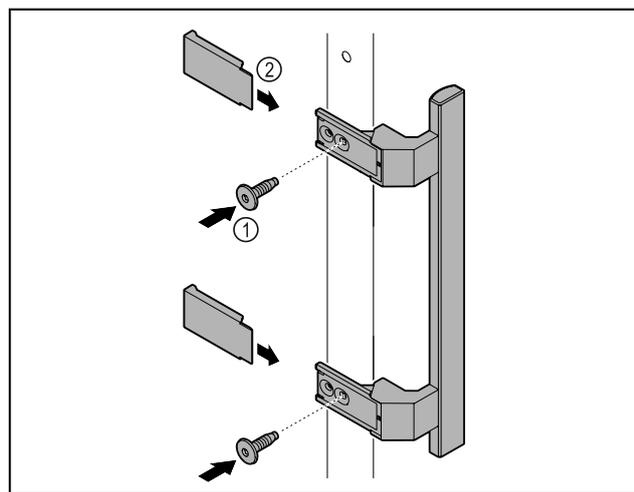

Fig. 2
- ▶ Upevnite držadlo z príslušenstva na dvere pomocou priložených skrutiek Fig. 2 (1).
- ▶ Nasad'te kryt Fig. 2 (2).